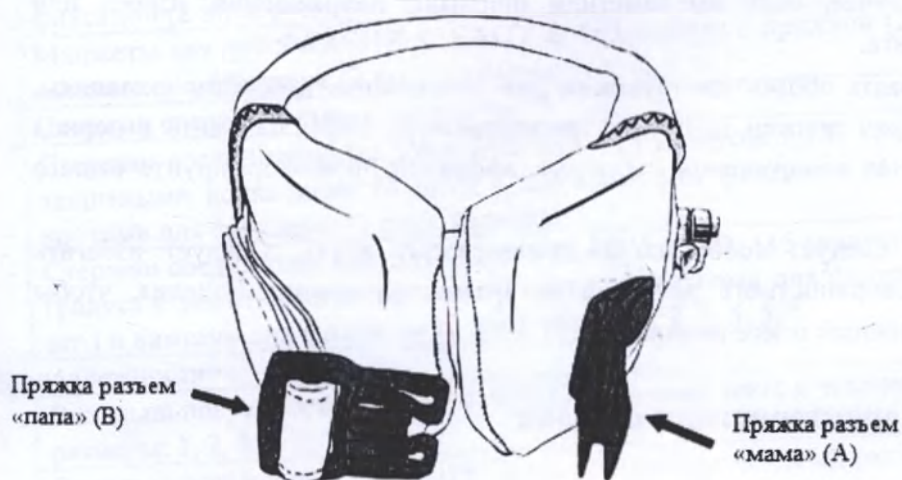

Рис. 7
2. Снимите тканевую деталь вместе с внутренней подушечкой, начиная с области ввода пряжки (A) (рис. 7).